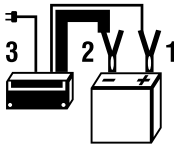

Fig. 2 – Secuencia para encender el cargador en la batería
3. Conecte la garra roja del cargador en el polo positivo de la batería (posición 1 de la Fig. 2).
4. Conecte la garra negra del cargador en el polo negativo de la batería (posición 2 de la Fig. 2).
5. Conecte el enchufe en la toma de corriente (posición 3 de la Fig. 2)
7. *Desconecte el enchufe de la toma de corriente (posición 3, Fig. 2).*
8. *Desconecte la garra negra del polo negativo de la batería (posición 2, Fig. 2).*
9. *Desconecte la garra roja del polo positivo de la batería (posición 1, Fig. 2).*